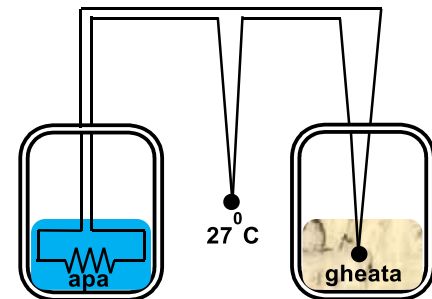

fig.3
c) În unul din vasele izolate termic (fig.3) se află 1 kg de gheață la $t_0 = 0^\circ\text{C}$, iar în celălalt vas 1 kg de apă la temperatura $t_0 = 0^\circ\text{C}$. În apă este scufundat un încălzitor electric, care închide circuitul electric al unui termocuplu cu una dintre suduri scufundate în gheață, iar cealaltă sudură se află în exterior la temperatura camerei, considerată constantă și egală cu 27°C . Neglijând